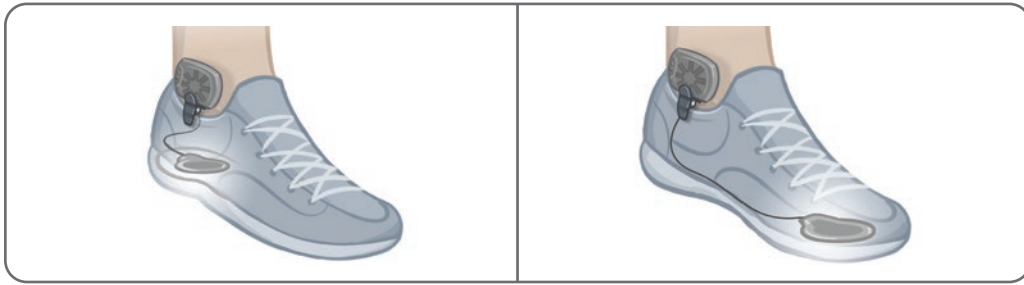

Figura 8-14: Posição final do sensor de pé preso ao sapato
5. Prenda o transmissor do sensor de pé à borda interna do sapato. Coloque o transmissor com o logotipo de estrela virado para fora do tornozelo. Veja a Figura 8-14.
6. Cubra o sensor de pressão com a palmilha. Se houver fio em excesso, coloque-o sob a palmilha. Veja a Figura 8-14.